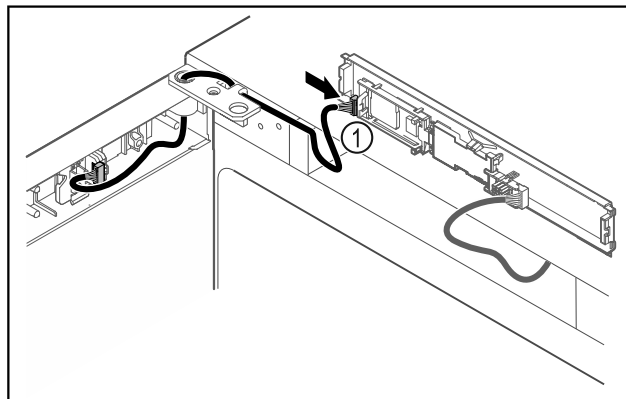

Fig. 48
- ▶ Sæt stikket Fig. 48 (1) i på printkortet.